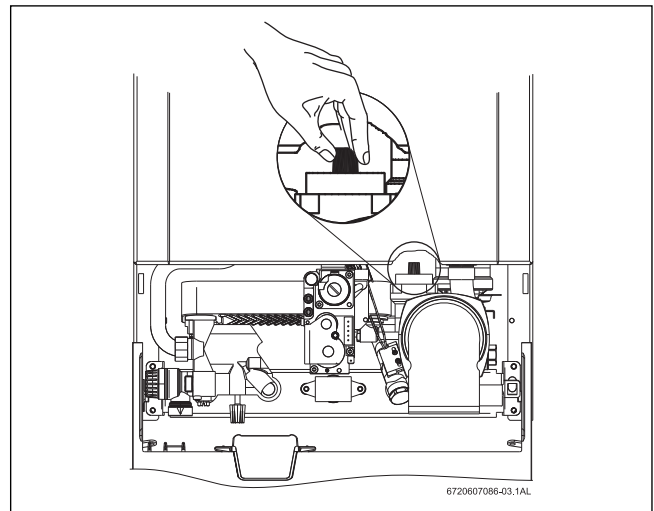

Fig. 11 Purgador automático
- ▶ Para evacuar o ar do aparelho utilizando o purgador automático que incorpora, abrir a tampa do purgador automático (ver Fig. 11 ).